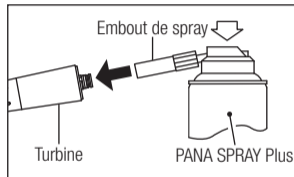
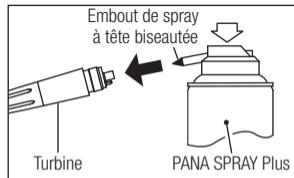

Fig. 10
Fig. 11
- 3) Insérez le PANA SPRAY Plus à l'arrière de la turbine. Tenez l'instrument et pulvérisez pendant environ 2-3 secondes. Vaporisez du lubrifiant jusqu'à ce que celui-ci ressorte de la tête de la turbine pendant au moins 2 secondes. (Fig. 10)
- 2) Montez l'embout de lubrification à tête biseautée sur le raccord de la bombe d'aérosol. (Fig. 11)
- 3) Lubrifiez la turbine à l'aide du NSK PANA SPRAY Plus (Fig. 10, Fig. 11) ou système automatique de nettoyage et de lubrification pour instruments NSK.